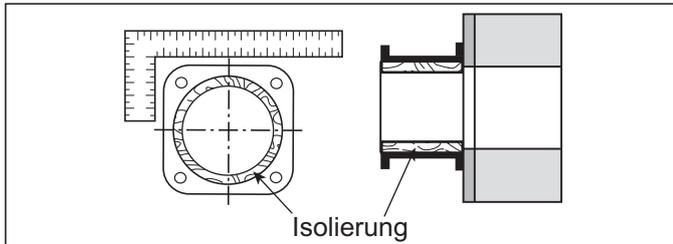

Abbildung 3.2 Installation der Montageerweiterung
4. Schrauben Sie die Montageerweiterung am Ofengehäuse fest. Siehe hierzu Abbildung 3.2.